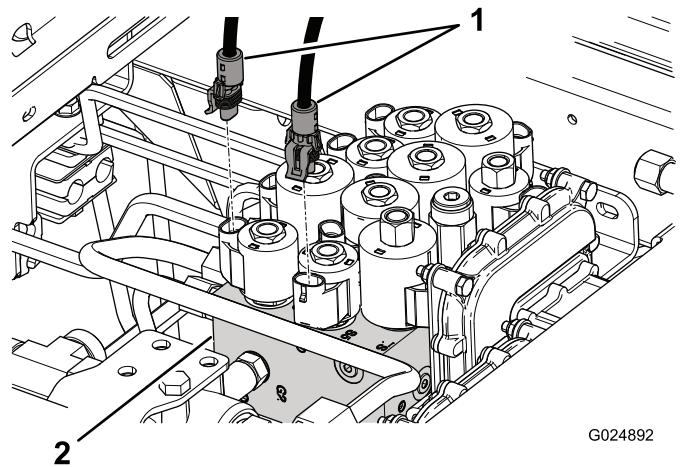

Figure 9
- 3. Branchez le connecteur du faisceau de verrou de plateau étiqueté « S5 SOLENOID » au solénoïde S5 du collecteur de levage (Figure 9).
- 4. Débranchez le connecteur électrique du solénoïde S6 sur le collecteur de levage (Figure 9) et branchez-le au connecteur du faisceau de verrou de plateau étiqueté « S6 HARNESS ».
2. Débranchez le connecteur électrique du solénoïde S5 sur le collecteur de levage (Figure 9) et branchez-le au connecteur du faisceau de verrou de plateau étiqueté « S5 HARNESS ».